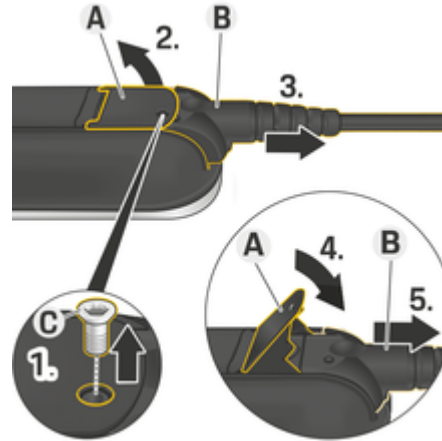

Abb. 8: Kabel lösen
1. Schraube **C** (Abb. 8) mit einem geeigneten Werkzeug lösen.
2. Hebel **A** (Abb. 8) anheben.
3. Stecker **B** (Abb. 8) bis zum ersten Widerstand herausziehen.